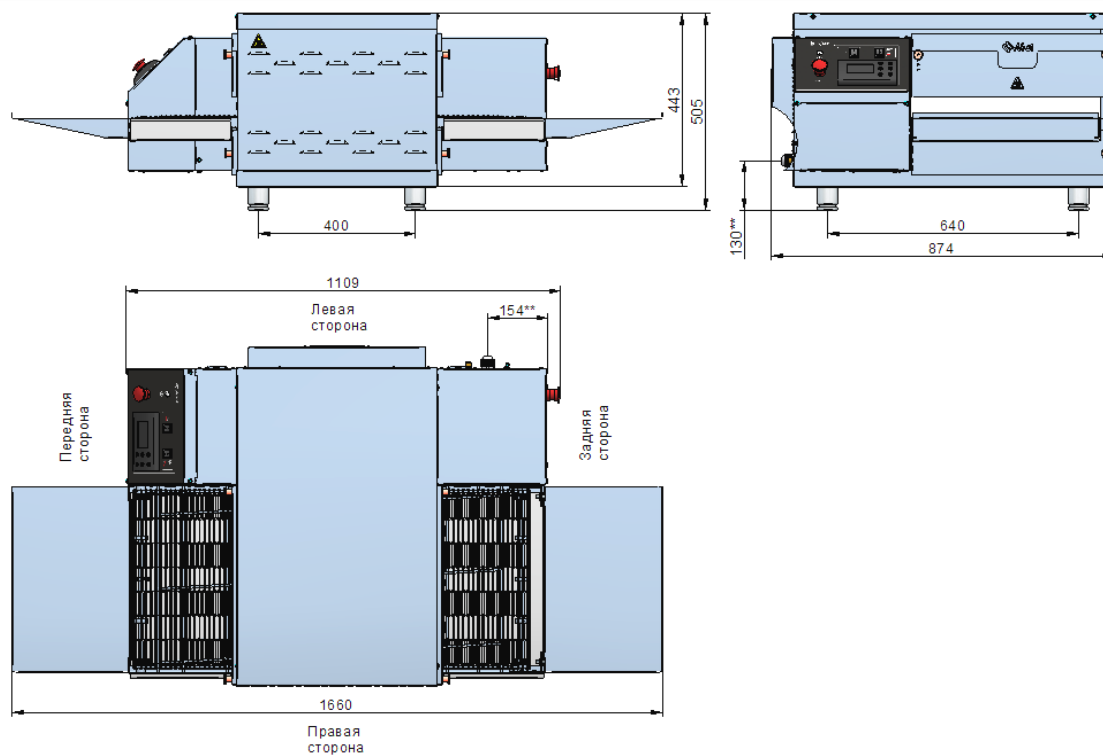
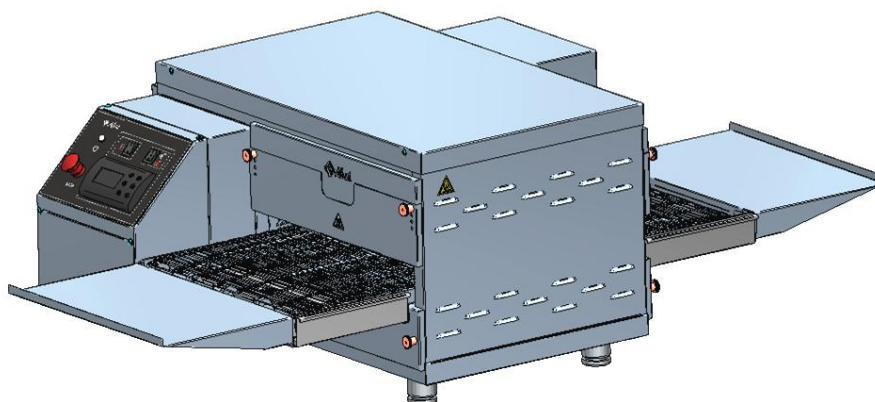
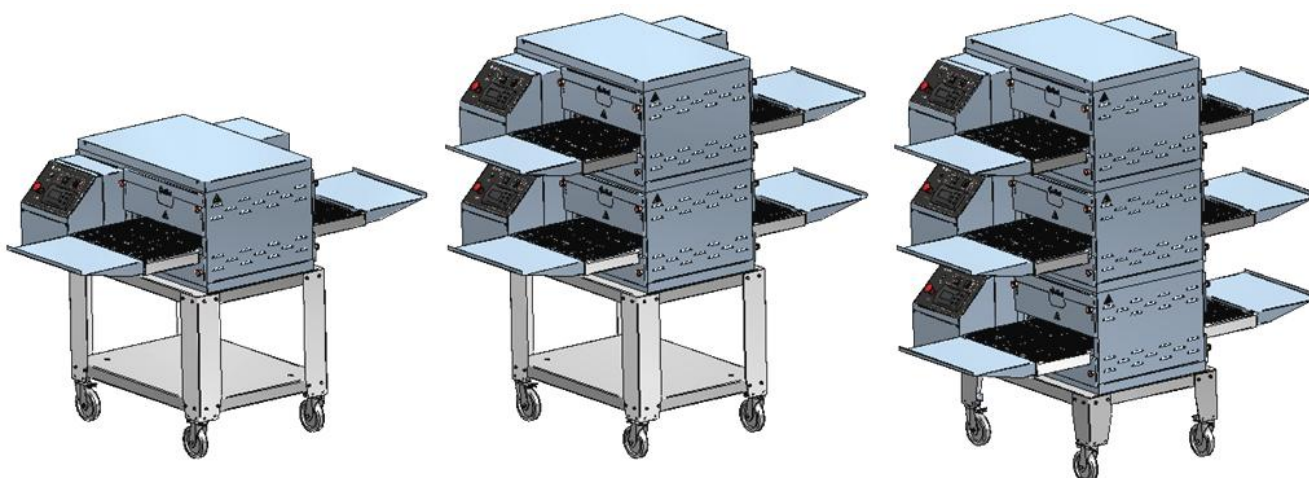

Рис. 1 - Общий вид изделия, где \*\* - подвод электропитания
Рис. 2 - Изделие в стационарном (настольном) исполнении
Рис. 3 - Варианты установки изделия/ий в передвижном исполнении
Печь электрическая конвейерная для пиццы ПЭК-400 (см. Рис. 1, Рис. 2, Рис. 3) предназначена для выпечки хлебобулочных изделий (пиццы и пр.), требующих высокой температуры приготовления, на предприятиях общественного питания и торговли как самостоятельно, так и в составе технологических линий.
- стационарное (настое) исполнение (см. Рис. 2) - для выбора опорной поверхности необходимо учесть массу изделия (см. п.25, Таблица 1).
- передвижное исполнение (см. Рис. 3) - возможна установка изделия в 1, 2 и 3 уровня на подставке2 ПП-400 и ПП-400-01.